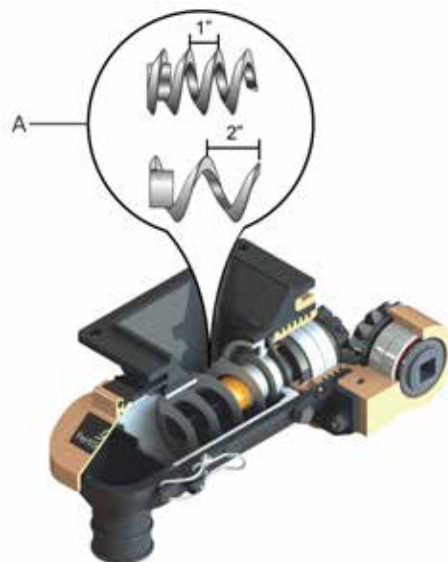

fig. 11
A regulagem da quantidade de fertilizante em kg/ha é realizada através das roscas sem-fim, de passo 1" e 2" (A) (fig. 11) montadas no dosador FERTISYSTEM e do recâmbio das rodas dentadas da transmissão.